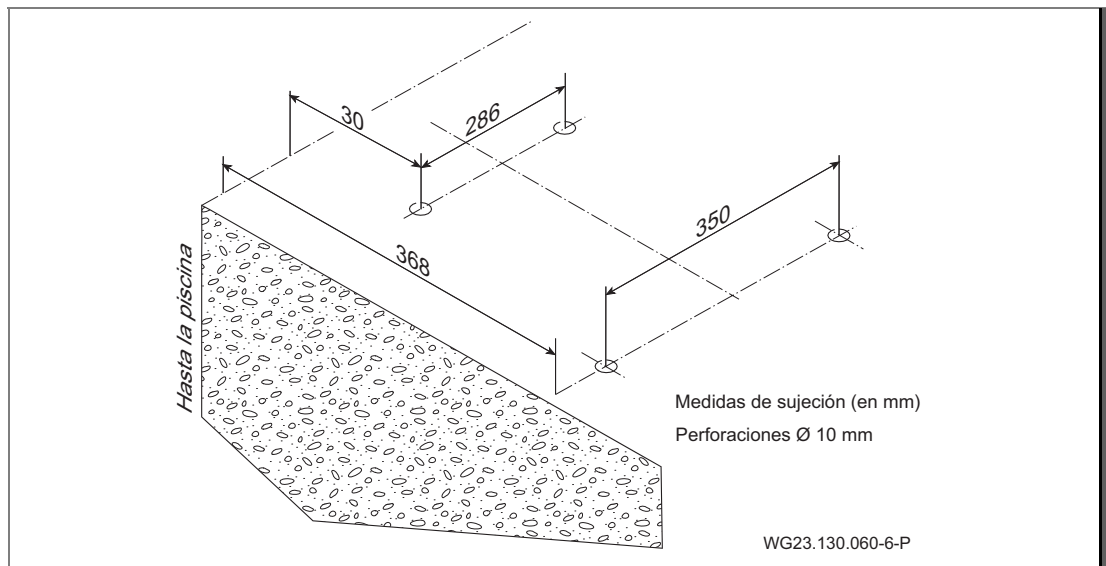
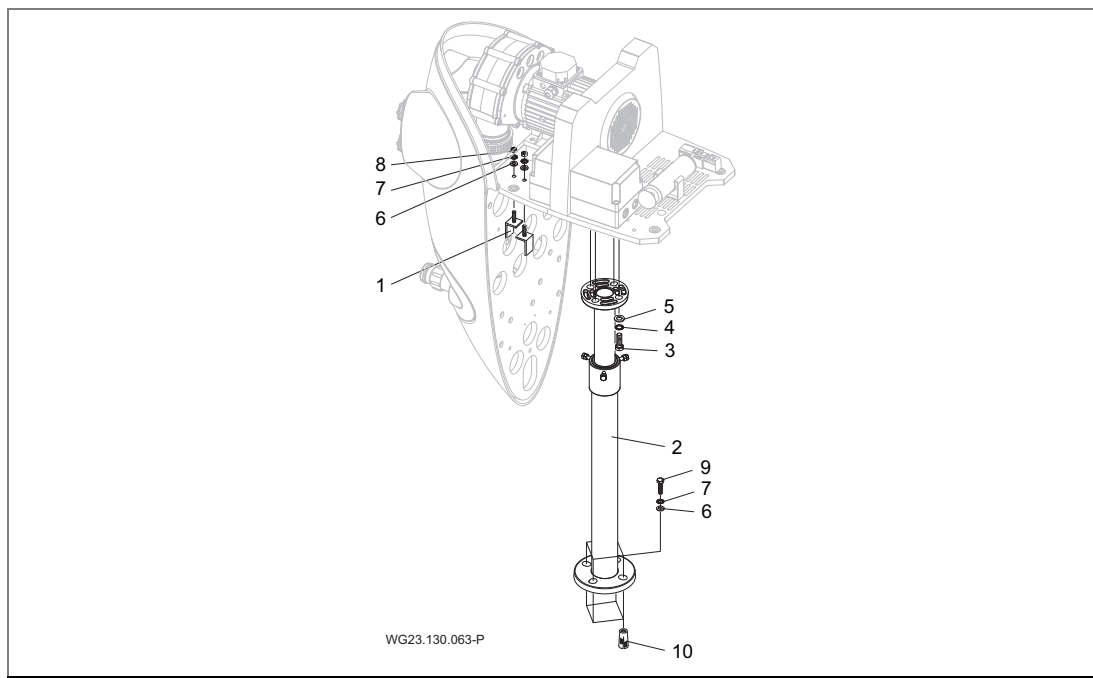

Fig. 4
Fig. 5
- Escoger y preparar sitio de instalación según Fig. 4. Cuando el dispositivo se va a usar en piscinas montables sobre tierra, se ha de utilizar el pie de apoyo telescópico de seguridad. Ver "Fig. 5", página 20
- Elevar dispositivo y perforar en el lugar marcado \varnothing 10 mm. Ver "Fig. 4", página 19